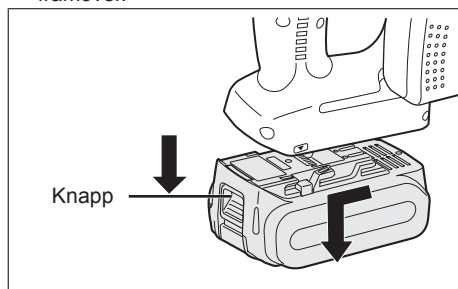

Fig. 3
- For å ta ut batteripakken (Se Fig. 3)